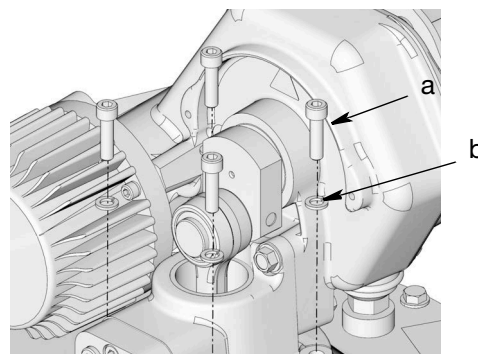

Рис. 8
- Совместите отверстия в основании насоса с отверстиями в крышке бака/резервуара (Рис. 8). Надежно закрепите насос на крышке бака/резервуара с использованием винтов (a) и шайб (b), снятых на шаге 1, стр. 8, затяните с моментом $38 \text{ Н} \cdot \text{м} \pm 4 \text{ Н} \cdot \text{м}$ ($28 \pm 3 \text{ фут.-фунт.}$).